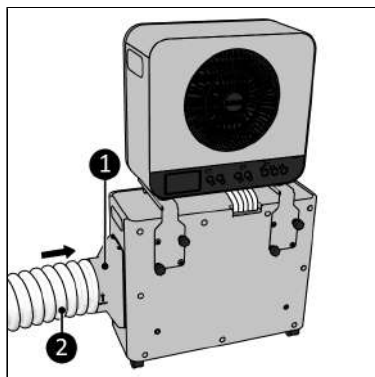

Figure 83.
9. Raccordez l'adaptateur (Figure 83, pos. 1) au côté de l'unité extérieure (Figure 83, pos. 1).
10. Élargissez légèrement le tuyau d'évacuation de chaleur (Figure 83, pos. 2) à une extrémité et vissez-le (dans le sens inverse des aiguilles d'une montre) sur l'adaptateur.
3. L'adaptateur (Figure 83, pos. 1) et le tuyau d'évacuation de chaleur (Figure 83, pos. 2) doivent être raccordés au côté de l'unité extérieure.